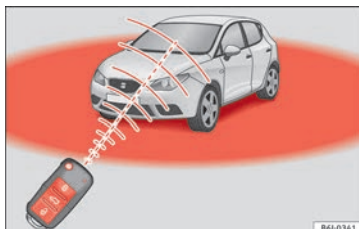

Bild 123 Räckvidd för fjärrkontrollen med radiofrekvens
- Fjärrkontrollsnickeln med radiofrekvens fungerar bara när du är inom räckvidd » **bild 123**.